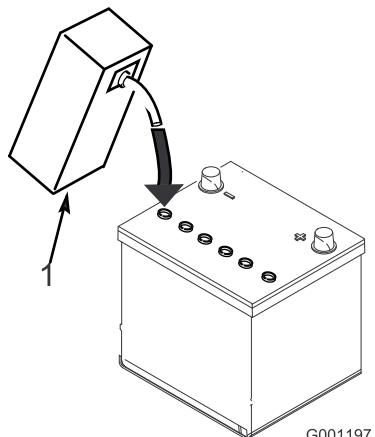

図 7
- 各セルに慎重に電解液を満たす。電極板が6 mm程度水没するぐらいが適当（図 7）。
4. 電極板が液を吸収するまで20～30分間程度待つ。必要に応じて、電極板が6mm程度水没するぐらいに電解液を補充する(図7)。